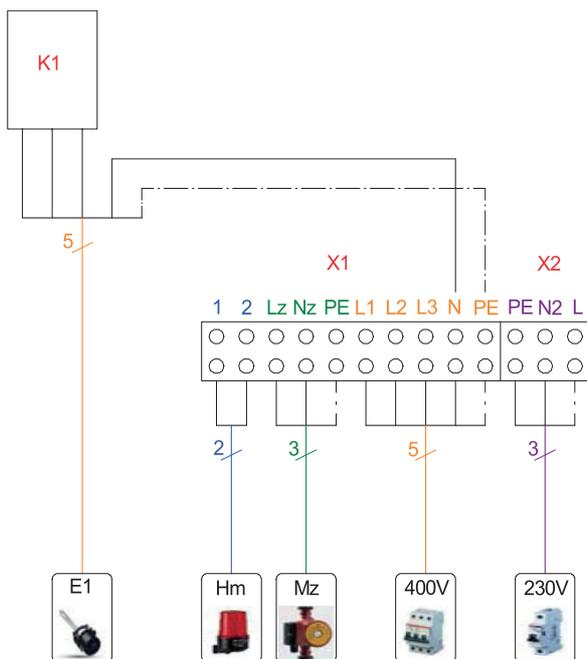

Abb. 4.11: Anschlussplan / Klemmenbelegung DFM 1988
- 3) 5-adrige Versorgungsleitung von der Elektronikeinheit des DFM 1988 zum Einschraubheizkörper CEHK 60. Das vorkonfektionierte Anschlusskabel - Länge 1,2 m (3L/N/PE, ~400 V, 50 Hz) muss durch die mitgelieferte Verschraubung in den Einschraubheizkörper eingeführt und mittels der eingebauten Zugentlastungsvorrichtung gegen Herausziehen und Verdrehen gesichert werden. Das mit drei Flachsteckhülsen und zwei Aderendhülsen versehene Kabelende ist für den Anschluss am Relais K1 bzw. an der Klemmleiste X1 vorgesehen (siehe Abb. 4.11 auf S. 10). Das Kabelende mit den fünf Aderendhülsen ist an den Klemmen des Heizstabes anzuschließen. Nähere Angaben zum elektrischen Anschluss des Heizstabes siehe Montage- und Gebrauchsanweisung CEHK 60.